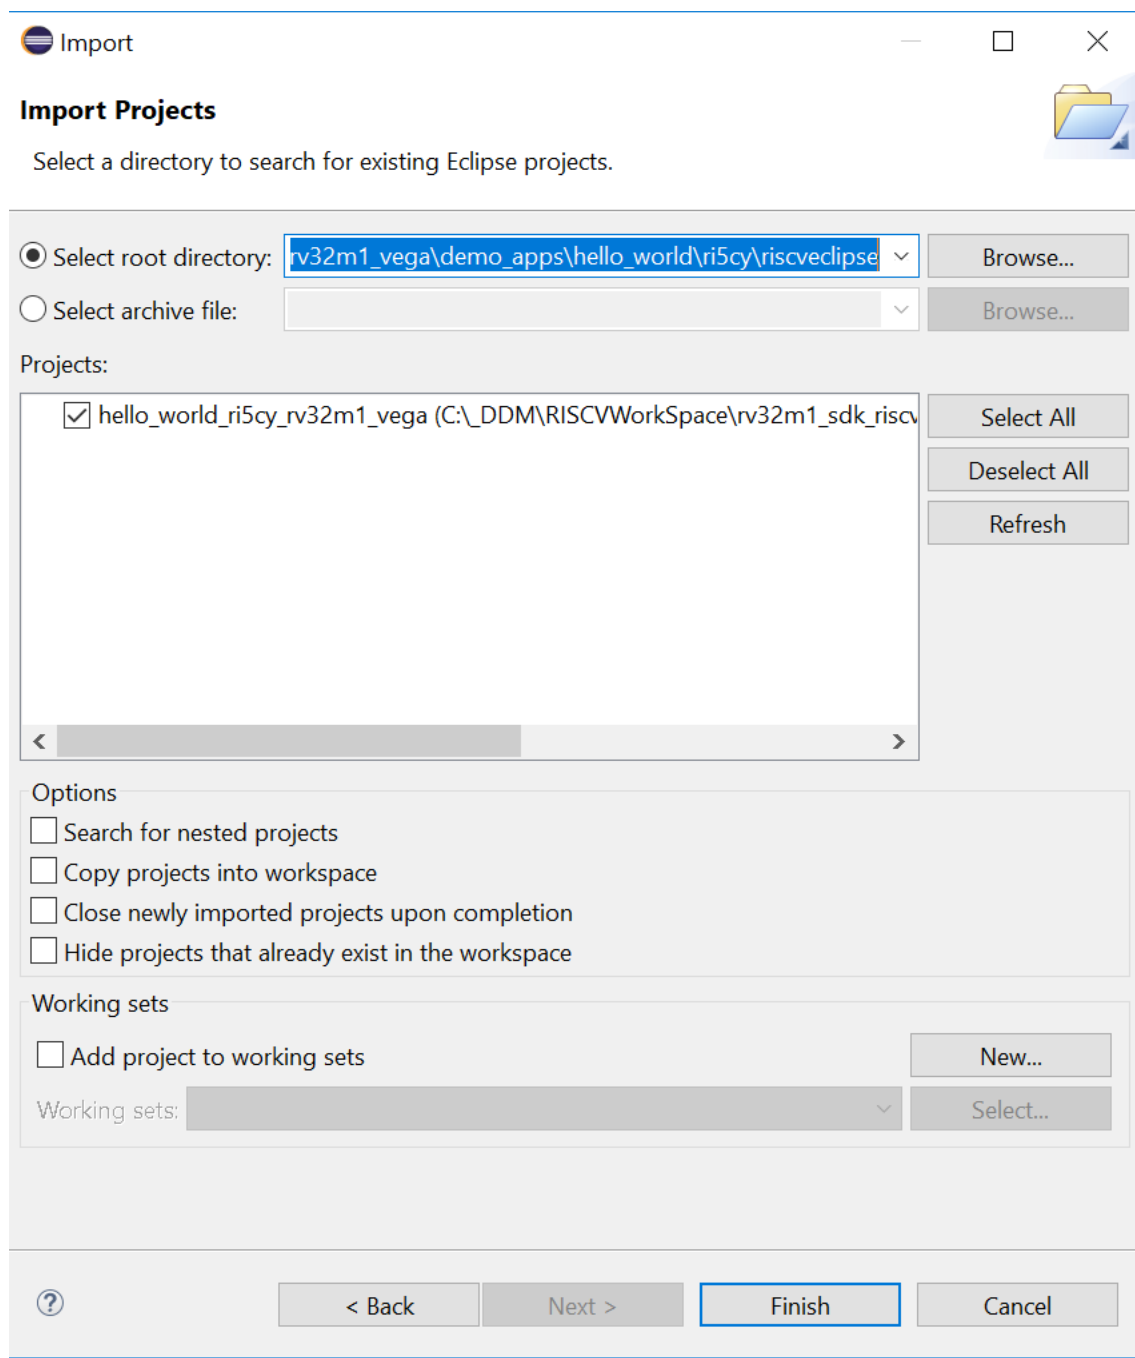

图 4 导入项目选择 hello_world 项目
2. 定位到 **hello_world** 的文件夹，选择要导入的项目，单击 “**Finish**”，如图 4 所示。